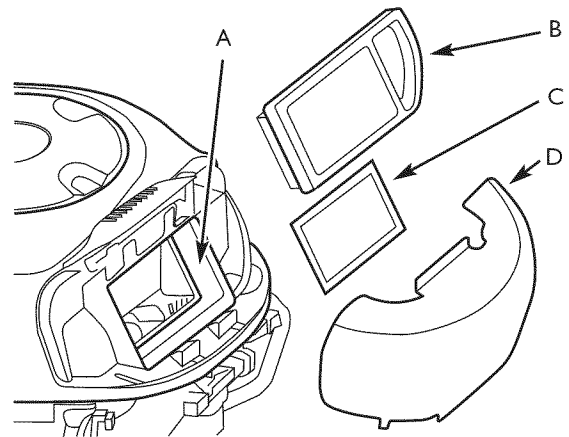

Figura 17 — Cambio de los elementos del filtro de aire
- Saque cuidadosamente el cartucho del filtro de aire y el prefiltro de su sitio. La Figura 17 muestra el lugar donde ha de colocarse el filtro de aire.